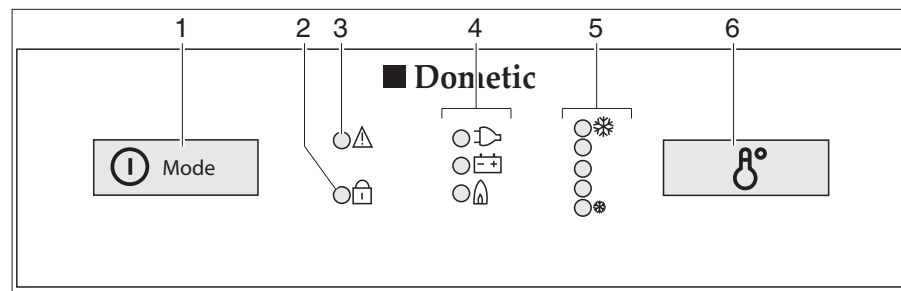

Fig. 134 Boutons de commande pour le réfrigérateur (Dometic Série 8 avec MES)
- Appuyer sur le commutateur/sélecteur de source d'énergie (Fig. 134,1) pendant 2 secondes pour mettre l'appareil en marche. La DEL du mode de fonctionnement sélectionné en dernier lieu s'allume.
- Le cas échéant, appuyer plusieurs fois brièvement sur le commutateur/sélecteur de source d'énergie (Fig. 134,1) jusqu'à ce que l'affichage de fonctionnement gaz "🔥" s'allume. L'arrivée de gaz est ouverte. L'allumage s'effectue de manière automatique. Un tic-tac est distinctement perceptible jusqu'à ce que la procédure d'allumage soit effectuée avec succès.
- Régler la température de réfrigération avec l'interrupteur pour le réglage de la température (Fig. 134,6).
- Le cas échéant, appuyer plusieurs fois brièvement sur le commutateur/sélecteur de source d'énergie (Fig. 134,1) jusqu'à ce que l'affichage de fonctionnement 230 V "⚡" s'allume.
- Le cas échéant, appuyer plusieurs fois brièvement sur le commutateur/sélecteur de source d'énergie (Fig. 134,1) jusqu'à ce que l'affichage de fonctionnement 12 V "⊖ ⊕" s'allume.